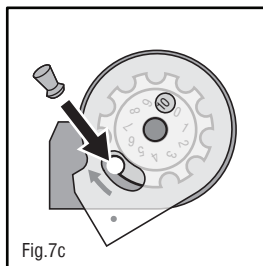

Fig.7c
3. Insira a primeira munição no tambor, a ponta da munição deve estar apontando para fora do buraco e a parte de trás da munição deve ser vista através da capa transparente. Tenha certeza de que encaixou corretamente a munição, e que ela não tenha ultrapassado o buraco do tambor. Caso a munição tenha atravessado o buraco, simplesmente a empurre do outro lado para retirá-la e insira-a novamente. Tenha cuidado para não espremer a munição, pois isso pode afetar a precisão. (Fig.7c)